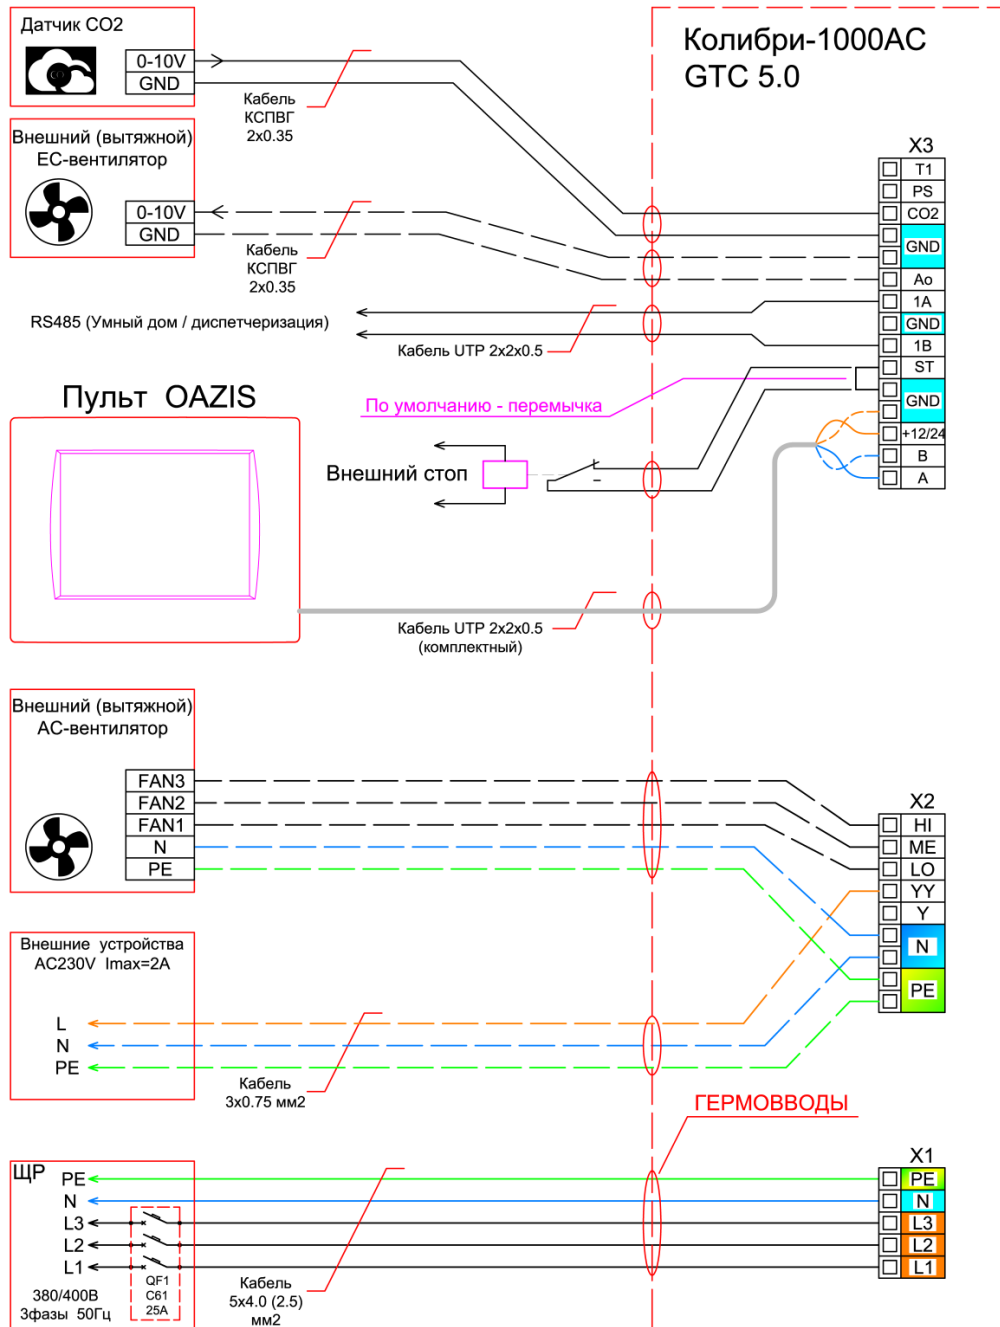

Рис. 4
Подключение K-1000AC производится в соответствие со схемами (См. Рис. 4 и Рис. 5), «пропуская» кабели через установленные в корпусе гермовводы (11).